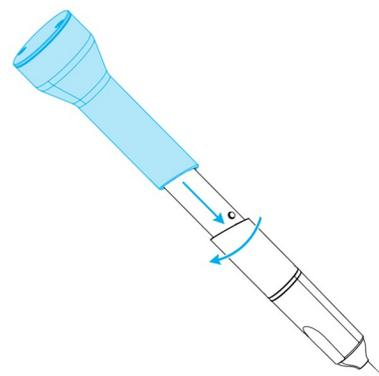

Figure 10: Uso del puntale removibile per il controllo di integrità
3. Far scorrere il puntale removibile per il controllo di integrità sul manipolo e ruotarlo in senso orario per bloccarlo (vedi *Figure 10: Uso del puntale removibile per il controllo di integrità*, p. 35).